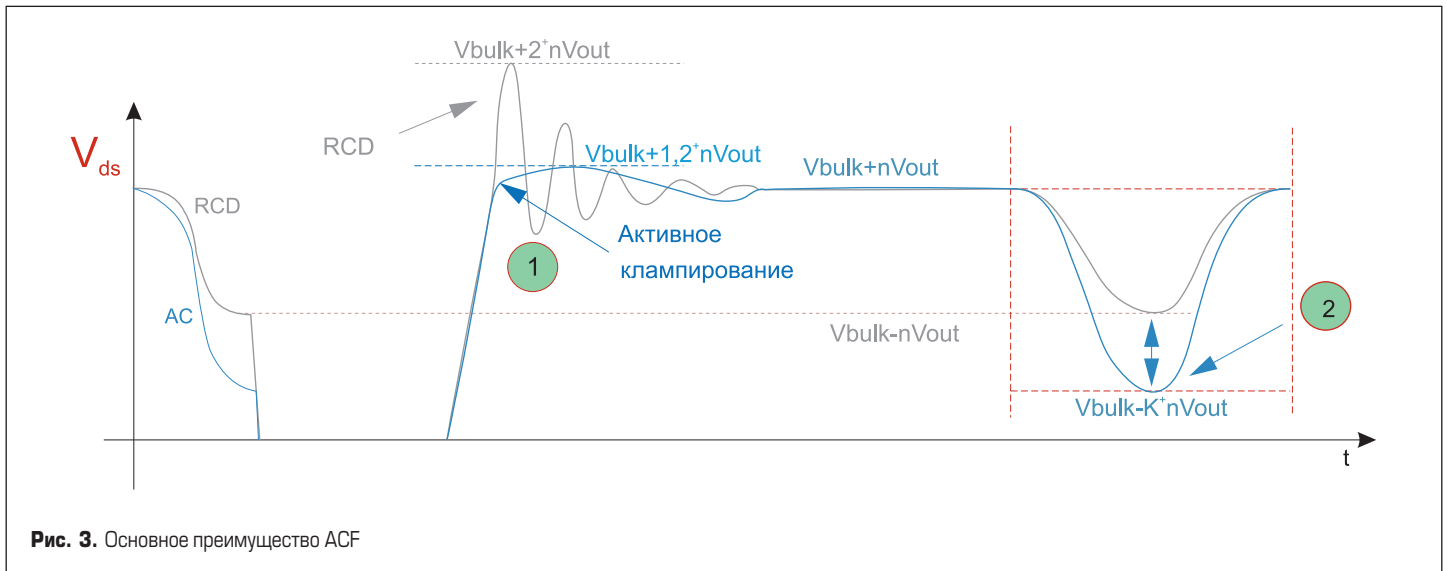

Рис. 3. Основное преимущество ACF
- Активное клампирование в нижней долине QR (рис. 3) приводит к напряжению выброса значительно ниже 200 В, с близким к нулевому напряжению при переключении главного ключа. Благодаря этому удастся достичь более высокого КПД из-за меньших коммутационных потерь и меньших электромагнитных помех, связанных с меньшим коммутируемым напряжением.